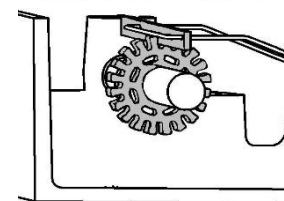

Fig. 4
2. Sluit de strip (zie fig. 4). De wandelmoeren zijn gekoppeld.
Close guide lever (see fig. 4). The cam wheels are connected to the guide lever.
Schließe die Führungs-Leiste. (siehe Bild 4) Die Schalträder sind eingekuppelt.
Fermer la plaque. (fig. 4). Les roues sont enclenchées.